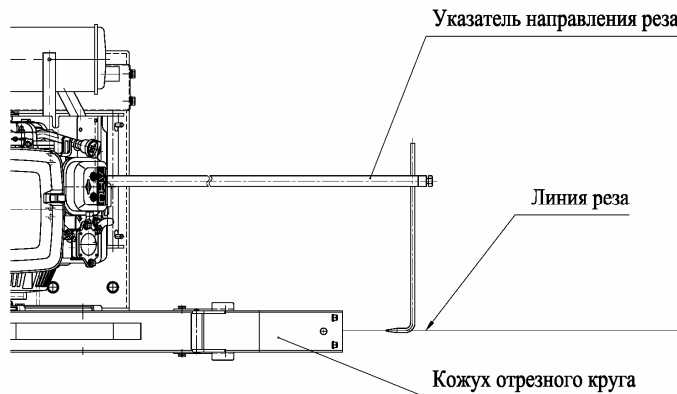

Рис. 7 Указатель направления реза.
- Установите резчик в начале линии реза (см. рис. 7). Отрезной круг должен находиться в верхнем положении. Защитный кожух отрезного круга должен быть надежно закреплен. Отрегулируйте указатель направления реза (конец указки должен находиться в плоскости отрезного круга).